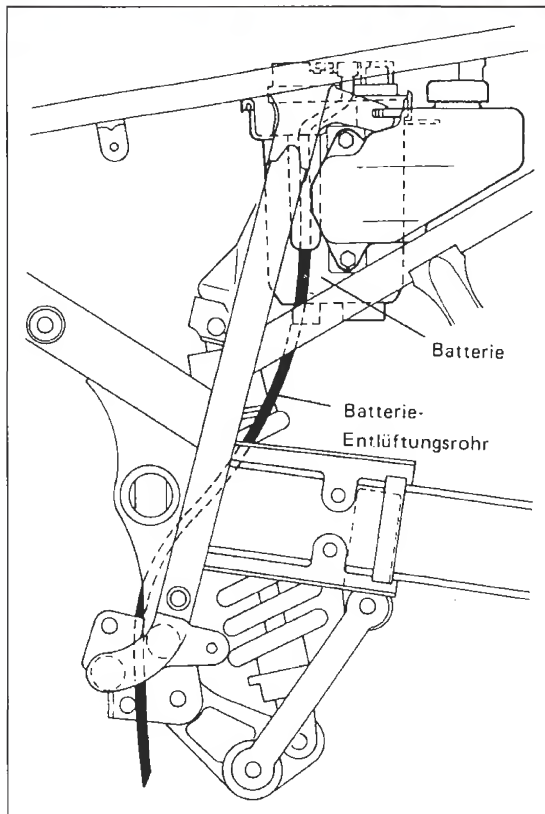

Bild 58
- Entlüftungsschlauch wie in Bild 58 gezeigt verlegen.